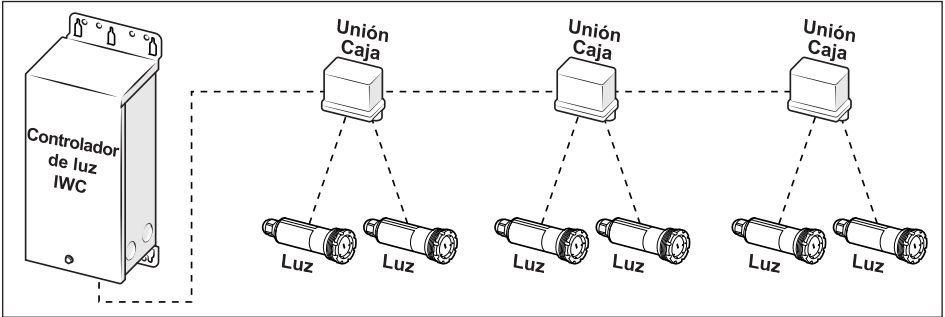

Figura 3. No conecte en cadena las cajas de conexiones
- Las cajas de conexiones no deben conectarse en cadena. Esto creará una gran carga de energía al final de la red de distribución eléctrica y provocará pérdidas de comunicación. En su lugar, conéctelo directamente a la fuente de alimentación. (Ver figura 3)